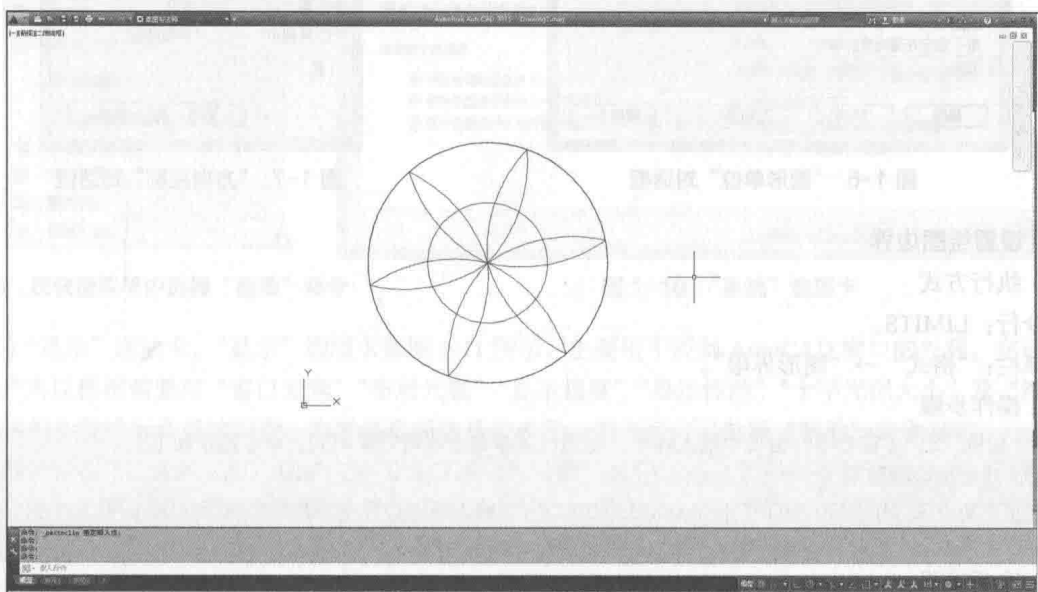

图 1-5 全屏显示
- **全屏显示:** 该选项可以清除 Windows 窗口中的标题栏、功能区和选项板等界面元素，使 AutoCAD 的绘图窗口全屏显示，如图 1-5 所示。